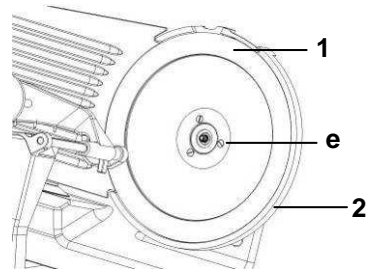

Abb. 10
- Pour retirer la lame, desserrer les 3 vis (e) à l'aide d'un tournevis adapté (fig. 10), et lever prudemment la lame.
- Laver la lame (1) et sa protection (3) à l'eau chaude avec un produit de nettoyage neutre. Utiliser l'éponge fournie avec la brosse de nettoyage ou bien un torchon doux. Rincer à l'eau propre.
- Laver l'anneau de protection de la lame (2) à l'eau chaude avec une petite quantité de produit nettoyant. Rincer à l'eau propre.